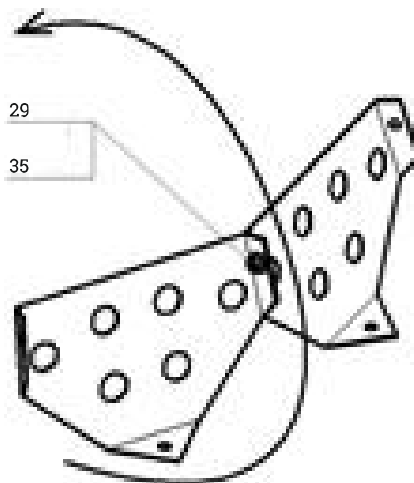

Рис. 16. Сборные лопасти
Возможна комплектация бетоносмесителя сборными лопастями (рис. 16). В этом случае необходимо две полулопасти скрепить между собой болтом (21) и гайкой (29). После установить в бетоносмеситель по направлению вращения емкости (указано на рис. 16 стрелкой) с помощью болтов (22), шайб (13) и гаек (35).